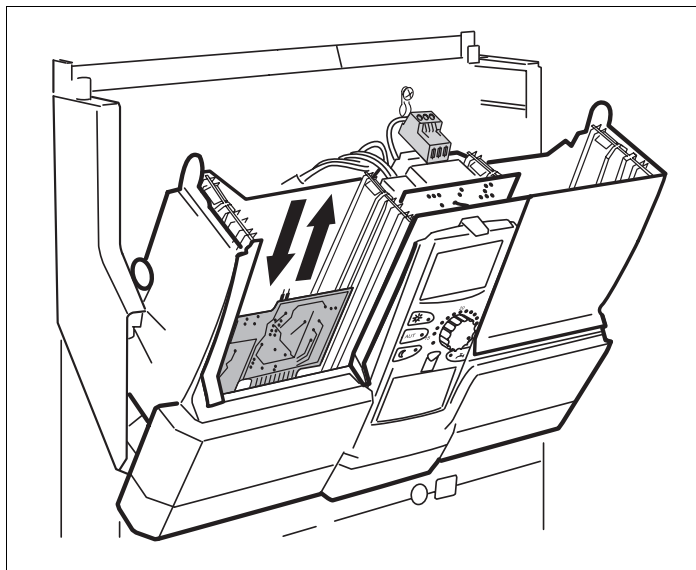

Fig. 11 Înlocuirea modului FM 451
- Se extrage platina aflată dedesubt (fig. 11) – modulul FM 451.